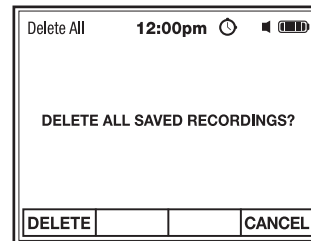

Fig. 16
2. Pulse el botón de función F1 para BORRAR todas las grabaciones (Fig. 16).
3. Pulse el botón de función F4 para CANCELAR y volver al Menú de Grabaciones sin borrar (Fig. 16).